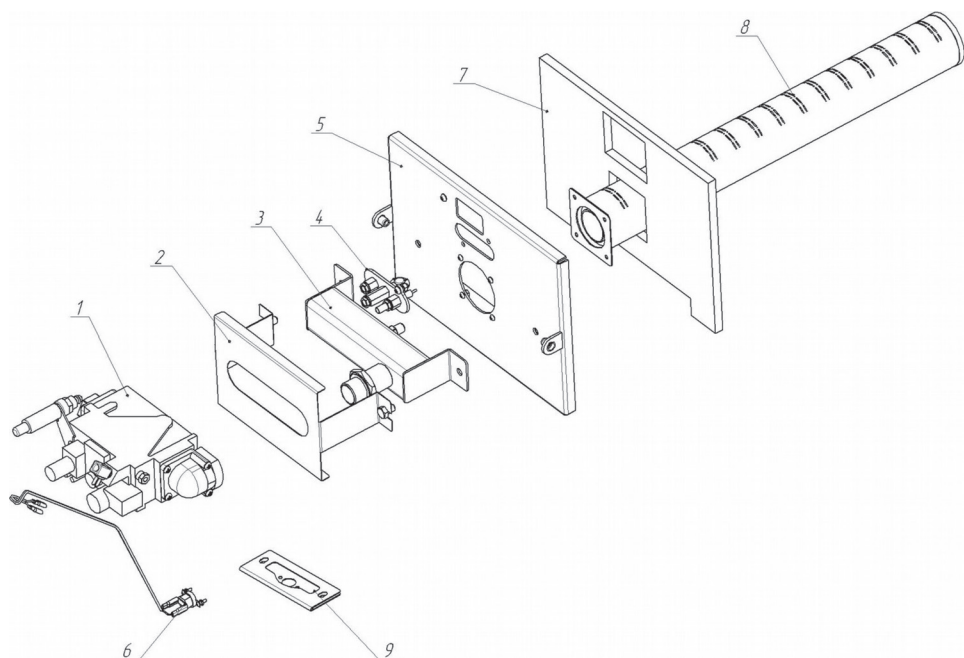

Рисунок 7 -Монтаж газогорелочного устройства
Порядок монтажа горелки производить следующим образом (см. Рисунок 7):
*См. Рисунок 7 данного Руководства по эксплуатации